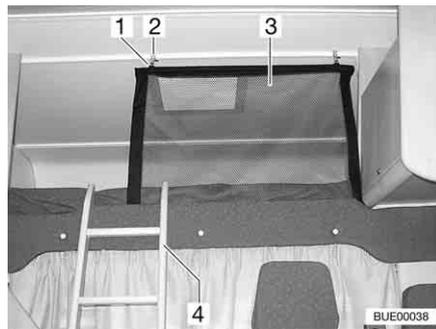
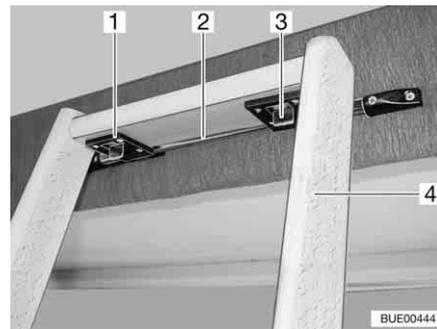

Bild 99 Alkovenbett
Bild 100 Aufstiegsleiter, Verriegelung
Zum Besteigen des Alkovenbetts die serienmäßig beigelegte Aufstiegsleiter (Bild 99,4 und Bild 100,4) benutzen.
- Die Leiter mit den beiden Haken (Bild 100,1) in die Stange (Bild 100,2) an der Alkovenblende einhängen.
- Die beiden Verriegelungen (Bild 100,3) nach vorne schieben.
Das Sicherungsnetz (Bild 99,3) ist serienmäßig zwischen Matratze und Lattenrost verstaut. Das Sicherungsnetz erst aufspannen, wenn sich die Personen bereits im Alkoven befinden.
- Die Halterung (Bild 99,1) in die Ösen an der Decke (Bild 99,2) einhängen.